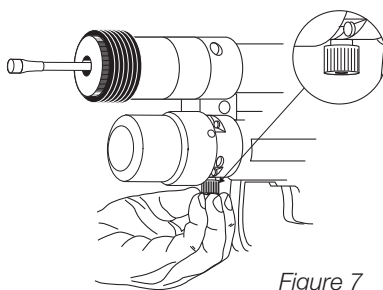

Figure 7
1. Dévisser l'écrou de protection situé sur le dispositif de retour d'urgence (C) comme indiqué en figure 7.